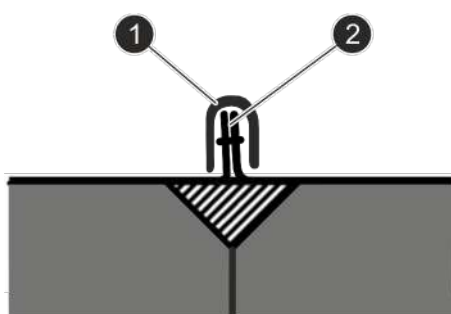

Fig. 30: Perfil de cantonera
6. → Fije el perfil de cantonera (Fig. 30/1) con un martillo de plástico sobre ambos perfiles en L (Fig. 30/2).